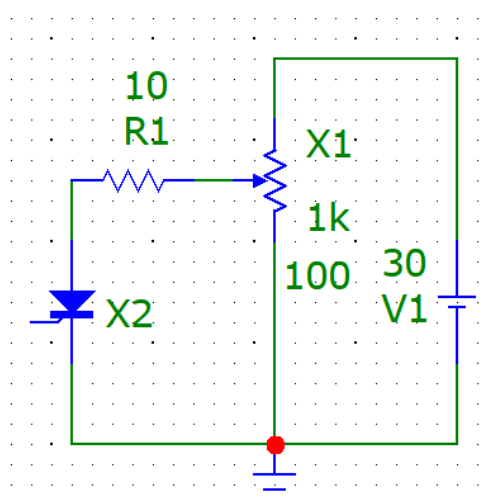

Рис. 7.1 – Схема для дослідження діодного тиристора
2. Побудувати схему для дослідження діодного тиристора (рис. 7.1.), де $V1$ – джерело анодної напруги, VS - тиристор CS20-22; $R1$ – змінний опір з максимальним значенням, рівним 1 кОм; $R3$ – опір, що стоїть в колі анода, що дорівнює 10 Ом.